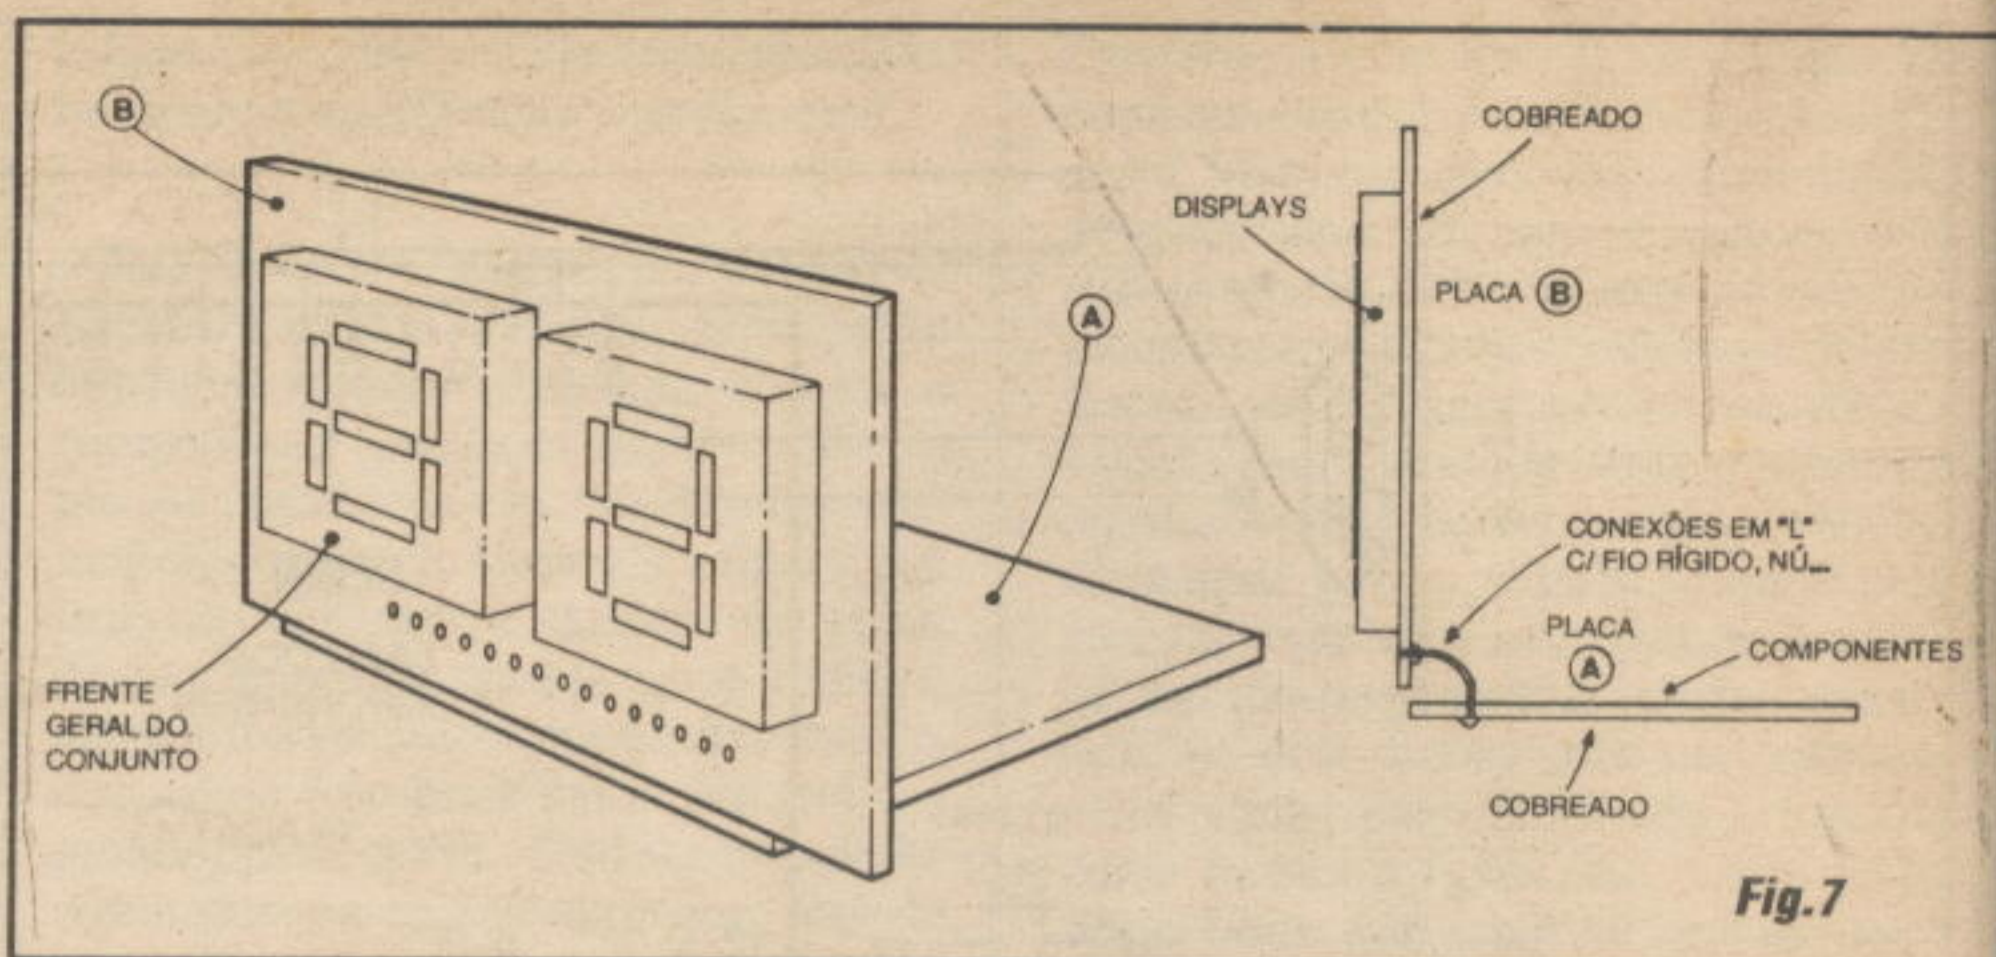

Fig.7
- FIG. 7 - MAIS DETALHES DA INTERCONEXÃO DAS PLACAS... - A ilustração detalha com ainda maior clareza, a acomodação mecânica das placas, entre si... Notar o arranjo geral em "L" das placas, bem como as orientações dos *displays*, da face dos componentes da placa A, etc. O diagrama é altamente *auto-explicativo*, não sendo necessárias muitas palavras... É olhar e... copiar!
**- FIG. 7 - A REALIZAÇÃO INDUSTRIAL DOS DISPLAYS NUMÉRICOS A LEDs, COM 7 SEGMENTOS...** - A construção de *displays* do tipo mostrado, usando LEDs comuns, *discretos*, embora possível, não é industrialmente prática, nem